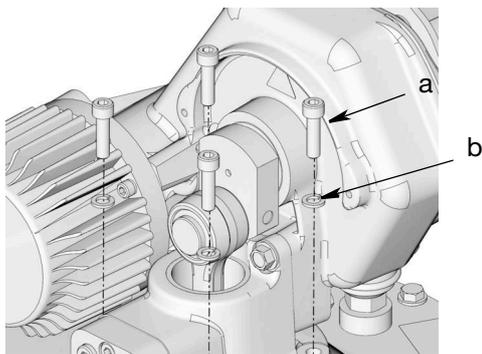

图 8
- 将泵底座上的孔与储罐盖上的孔对齐 (图 8)。使用步骤 1 (第 8 页) 中拆下的螺丝 (a) 和垫圈 (b) 将泵牢牢固定在储罐盖上, 固定时扭矩应达到 28 +/- 3 英尺磅 (37.96 牛·米) (+/-4.1 牛·米)。